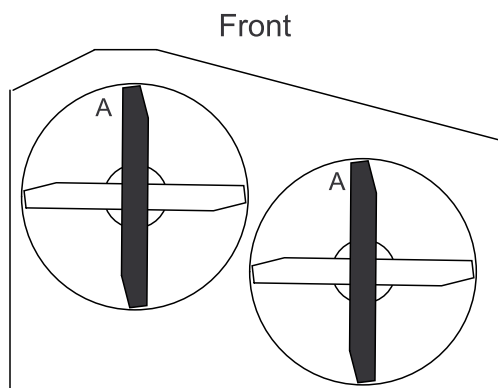

Рисунок 50
3. Поверните ножи так, чтобы их концы были направлены вперед и назад. Измерьте расстояние от горизонтальной поверхности до режущей кромки ножей в положении А, (Рисунок 50).